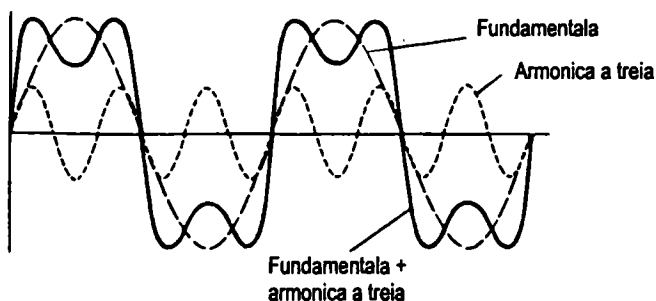

Figura 3.6 Fundamentală + armonică a treia (forma de undă aproximează o undă pătrată)
1. Fundamentală + armonică a treia (figura 3.6).